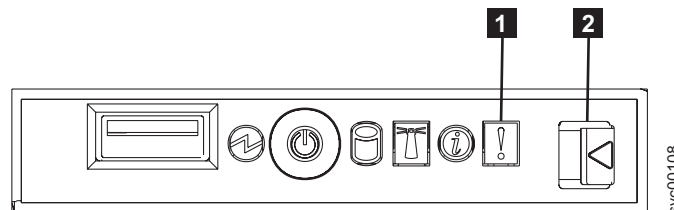

図 55. SAN ボリューム・コントローラー 2145-8F2 または SAN ボリューム・コントローラー 2145-8F4 のオペレーター・パネル表示装置
1. SAN ボリューム・コントローラー 2145-8F2 または SAN ボリューム・コントローラー 2145-8F4 のオペレーター・パネルでエラー LED が点灯、または明滅していますか? 図 55 を参照してください。